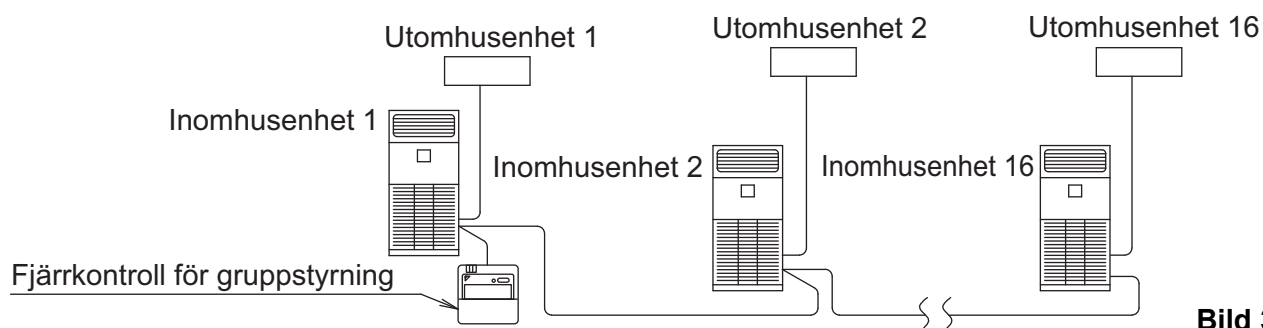

Bild 36
- Vid användning som parenhet kan du samtidigt starta/stoppa (gruppstyra) upp till 16 enheter med fjärrkontrollen. **(Se bild 36)**